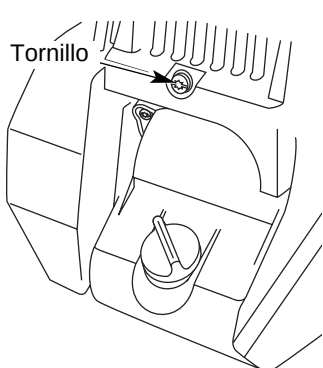

Fig. 36
3. Saque el tornillo que está detrás de la cubierta del motor (Fig. 36).
6. Saque la cubierta del motor (Fig. 36).